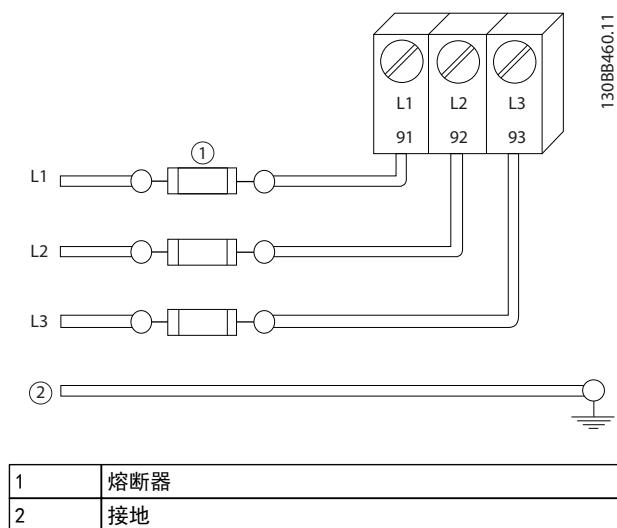

图 3.25 变频器熔断器
- 必须为所有变频器都提供短路和过电流保护。需要使用输入熔断器来提供此保护, 如图 3.25 所示。如果出厂时没有附带熔断器, 则须由安装商作为安装的一部分而提供。请参阅章 11.3.1 保护中的熔断器最大额定值。